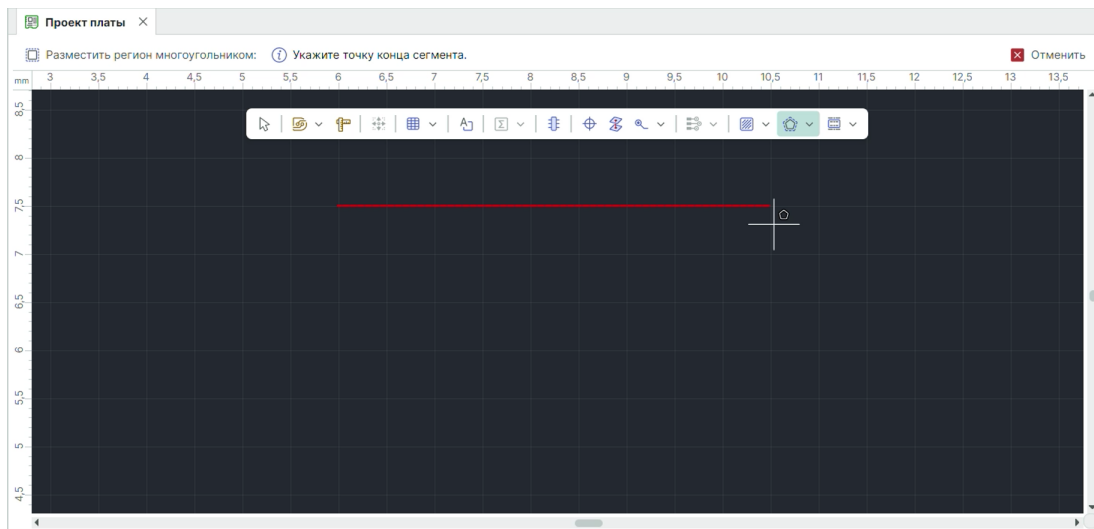

Рис. 162 Построение границ региона
2. Переместите курсор в рабочую область и отметьте первую точку, см. Рис. 162.